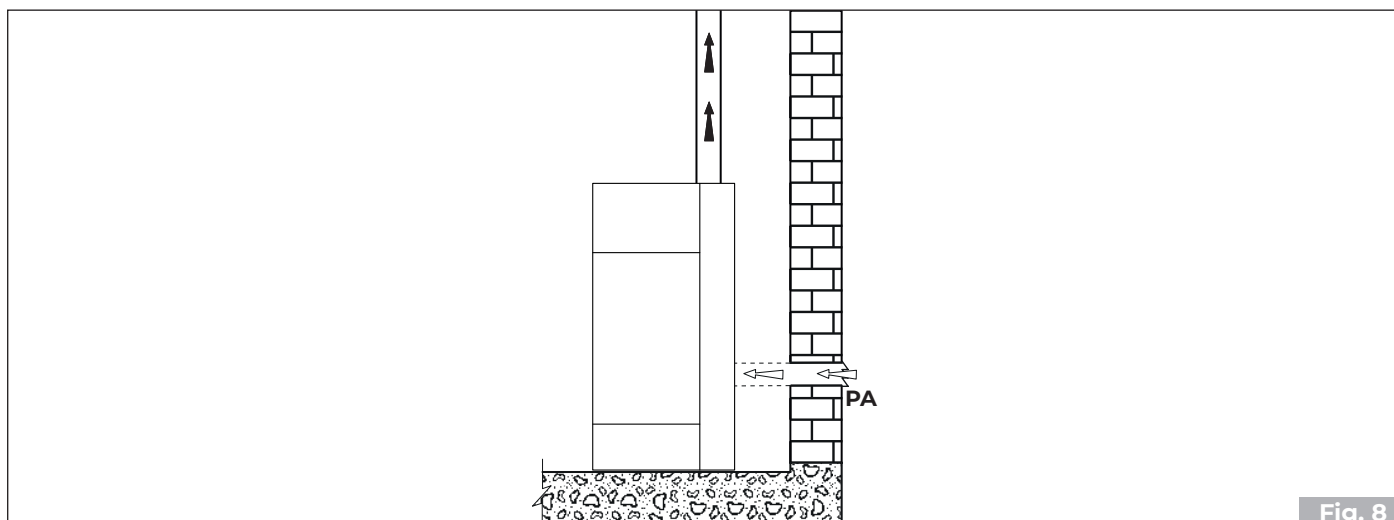

Fig. 8
- il peut provenir du lieu d'installation ou de pièces voisines (**Fig. 8**)
Réaliser la prise d'air sur la paroi (**Fig. 8 - PA = Prise d'Air**) et laisser l'appareil libre d'aspirer l'air dans la pièce, en prenant soin de raccorder la partie ondulée du tuyau (si fournie) sur le tuyau d'arrivée d'air, en la fixant avec le collier de serrage et en la pliant légèrement vers le bas afin de prévenir d'éventuels effets de résonance.